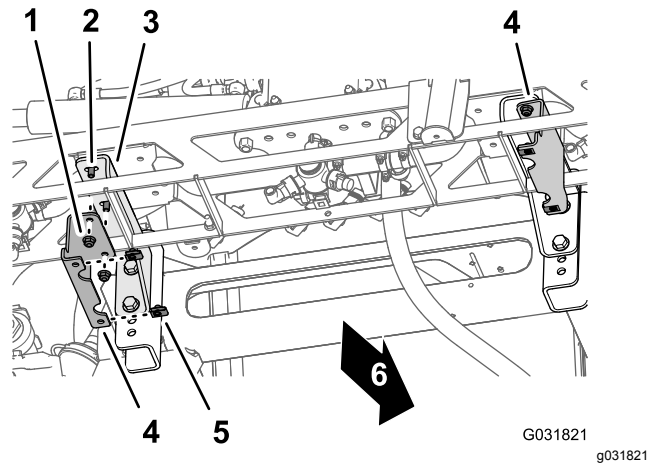

Figura 41
3. Retire las 2 contratuercas con arandela prensada (3/8") que sujetan el soporte de sujeción de la cubierta izquierda al soporte de sujeción izquierdo de la sección de brazo central y retire el soporte de sujeción de la cubierta (Figura 41).
4. Enrosque las 2 contratuercas con arandela prensada (3/8") en los pernos con arandela prensada (3/8" x 1") del soporte de sujeción izquierdo de la sección de brazo central (Figura 41) y apriete el perno y la tuerca a entre 37 y 45 N·m.
5. Repita los pasos 3 y 4 para el soporte de sujeción de la cubierta y el soporte de sujeción de la sección de brazo central a la derecha de la sección de brazo central (Figura 41).
6. Retire las tuercas rápidas de los soportes de sujeción izquierdo y derecho de la cubierta (Figura 41).